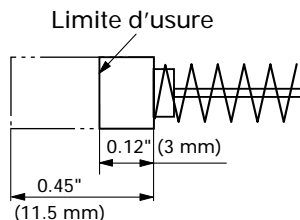

Fig. 26
4. Contrôle des balais en carbone (Fig. 26)